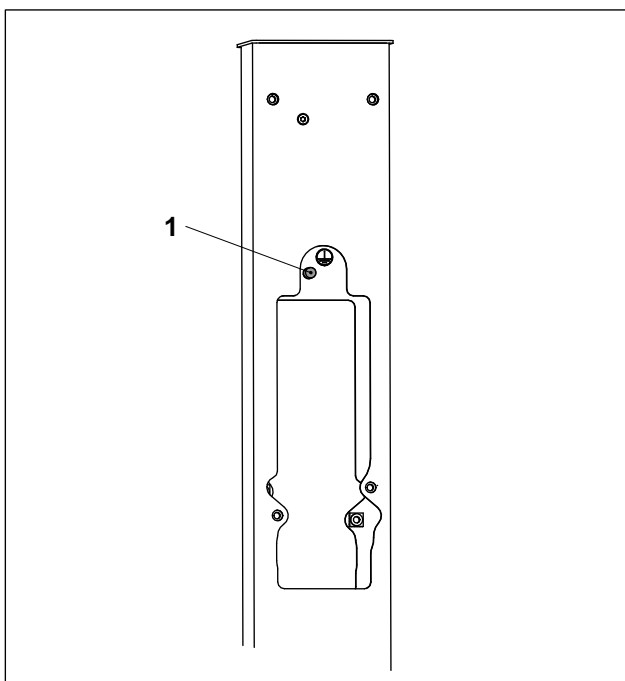

Fig. 1 Raccordement à la liaison équipotentielle
- La liaison est établie conformément aux prescriptions nationales, comme, par exemple, IEC 60364-4-41 ou VDE 0100-410, par un point de raccordement marqué (fig. 1/1) dans la colonne pour une conduite à la terre adéquate. La conduite à la terre est à établir par l'exploitant conformément aux prescriptions nationales.